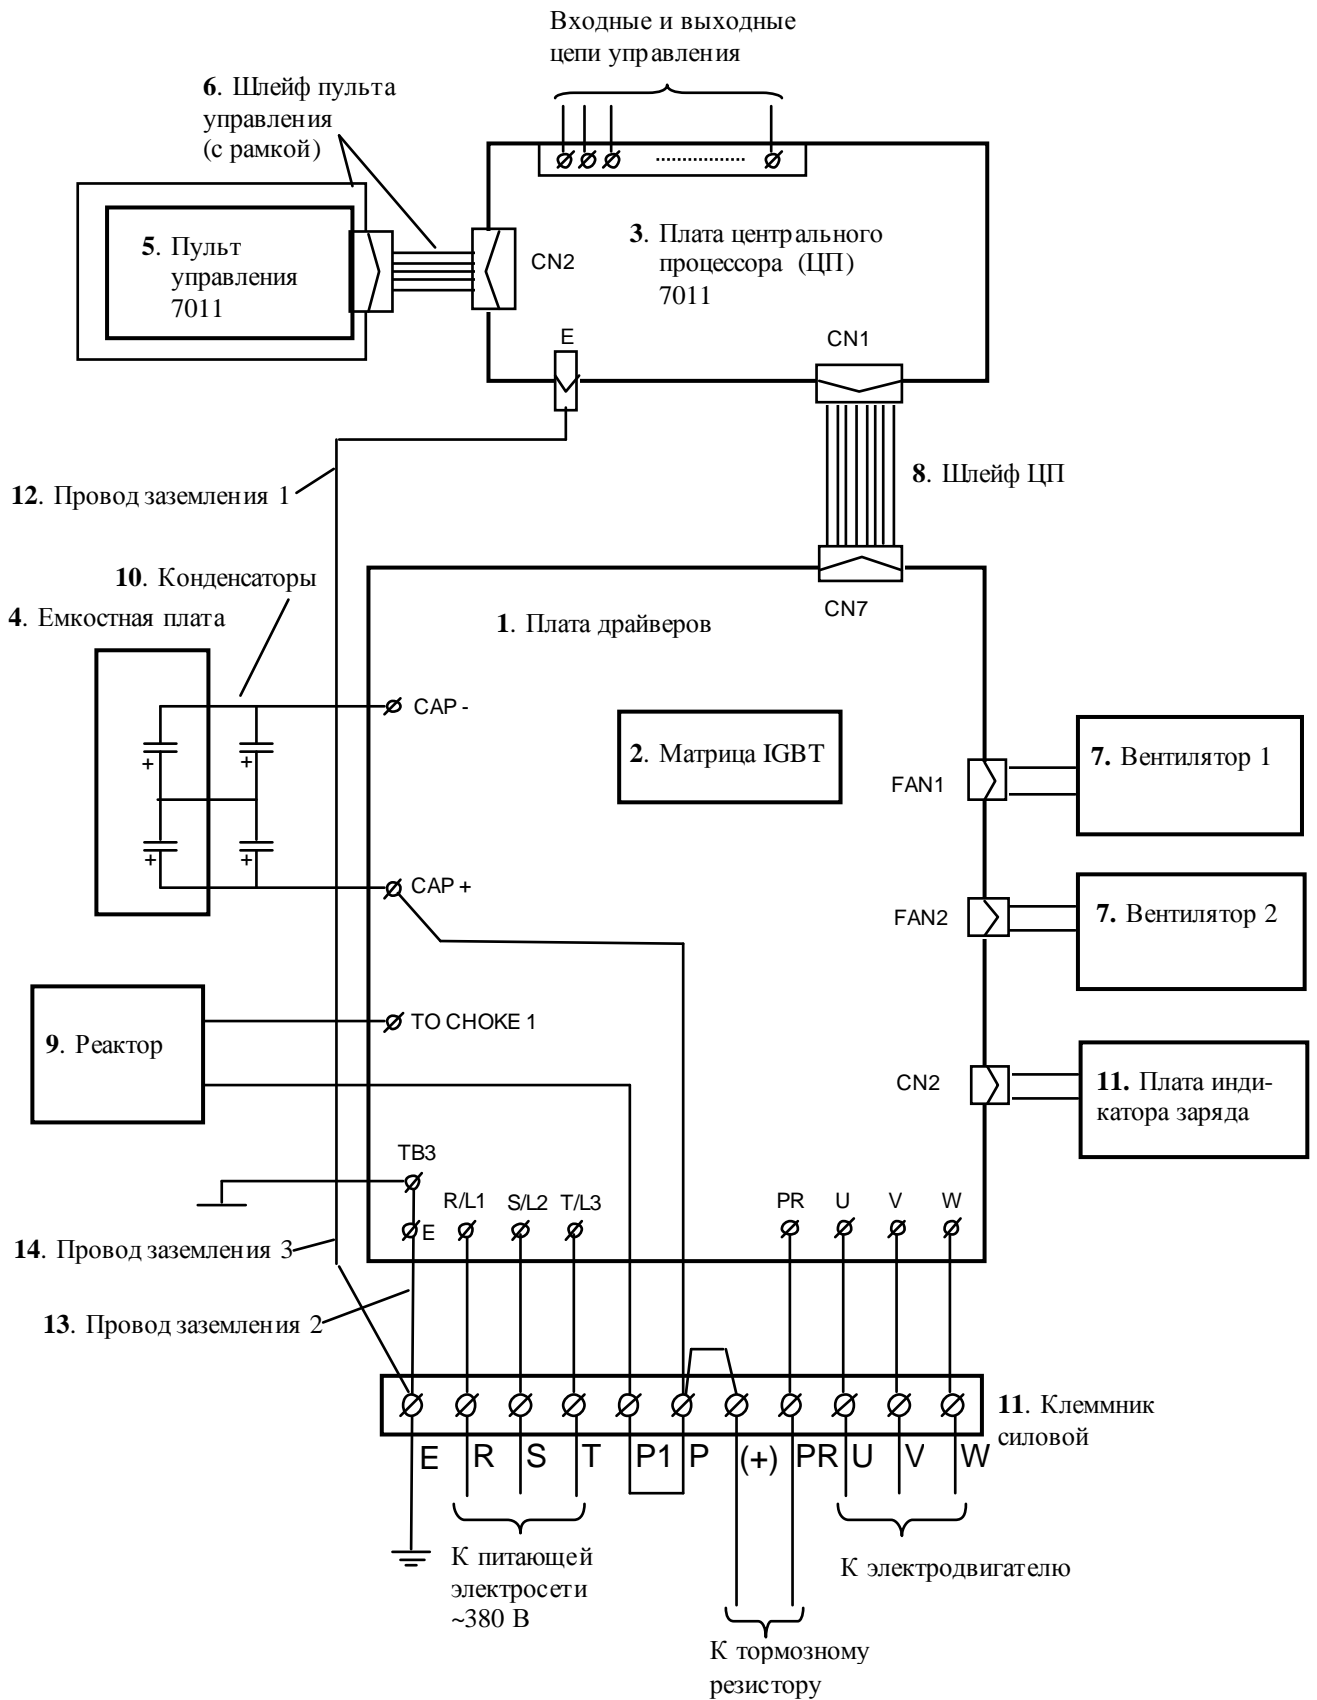

Рис. 4.2. Блок-схема преобразователя частоты ЕІ-7011-020Н
4.3. Блок-схема преобразователя частоты ЕІ-7011-020Н приведена на рис. 4.2, схема соединений - в Приложении 1.
4.4. Фотографии сменных узлов, входящих в состав преобразователя частоты EI-7011-020H приведены в табл. 4.1 (порядковые номера соответствуют рис. 4.2).